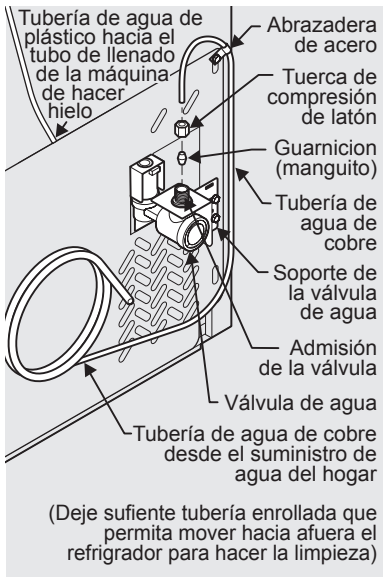

figura 1
4. Si utiliza tubos de cobre, deslice la tuerca de compresión metálica, seguida del casquillo (manguito), en la tubería de suministro de agua. Encaje la tubería de suministro de agua en el grifo (6,4 mm). Deslice el casquillo (manguito) en la toma del grifo y apriete la tuerca de compresión en el grifo de forma manual. Luego utilice una llave para darle otra media vuelta, pero SIN apretarla en exceso. Consulte la Figura 1.